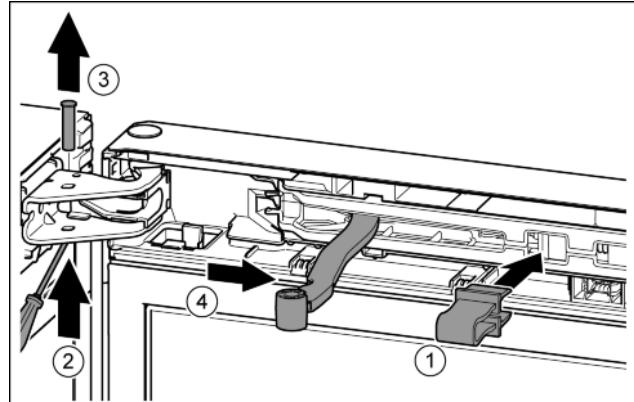

Fig. 9
- Zakvačite osigurač u otvor. Fig. 9 (1)
- Odvijačem odvijte svornjake. Fig. 9 (2)
- Skinite svornjake prema gore. Fig. 9 (3)
- Okrenez zgob u smjeru vrata. Fig. 9 (4)